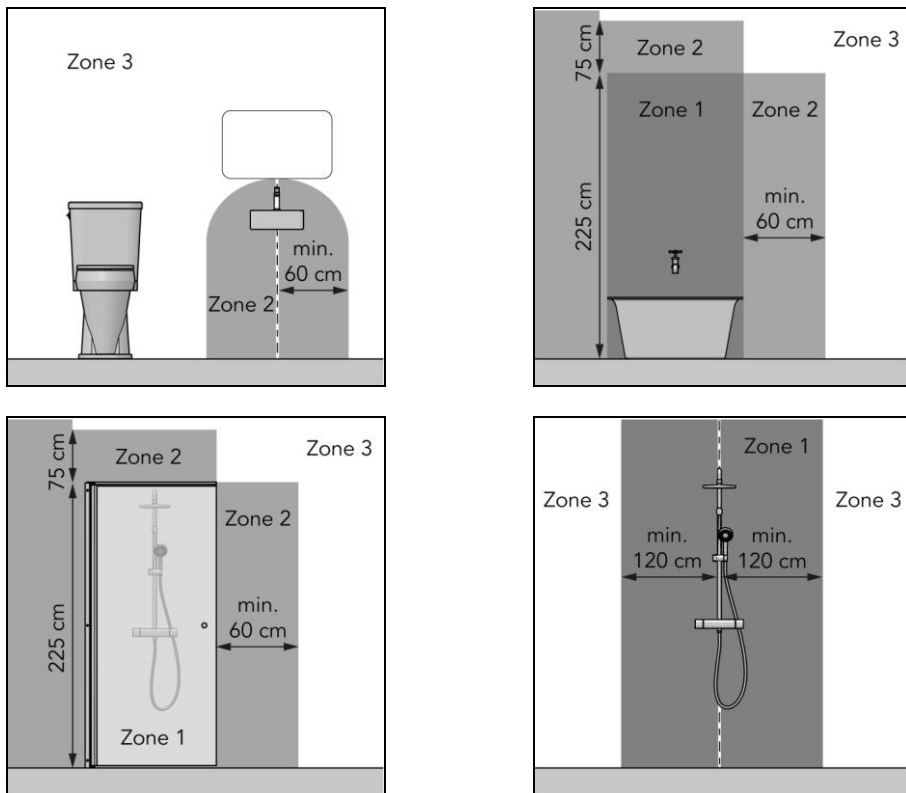

Figure 1
- dans la zone 3 d'un cabinet de toilette ou d'une salle de bain avec baignoire, douche avec écran et douche sans écran (figure 1) ;
L'Alutherm Sani Verre est un chauffage électrique de salle de bains facile à utiliser, à utiliser uniquement dans la zone 3 de la salle de bains (figure 1). L'appareil peut être programmé sur un jour et une semaine. L'Alutherm Sani Verre Wi-Fi peut être utilisé avec l'application Eurom Smart App. Cet appareil est exclusivement destiné au chauffage d'espaces de vie domestiques et ne doit pas être utilisé à d'autres fins. L'appareil convient uniquement à un montage mural.